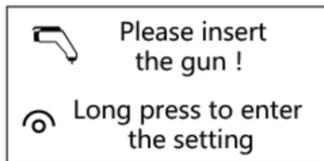

Figure 1
1. Verbinden Sie den Haushaltsstecker des Kabels mit einer Standard- oder verstärkten Haushaltssteckdose. Die Box schaltet sich ein und die LED blinkt grün, um den normalen Betrieb anzuzeigen. Der Bildschirm befindet sich in dem in Abbildung 1 dargestellten Zustand